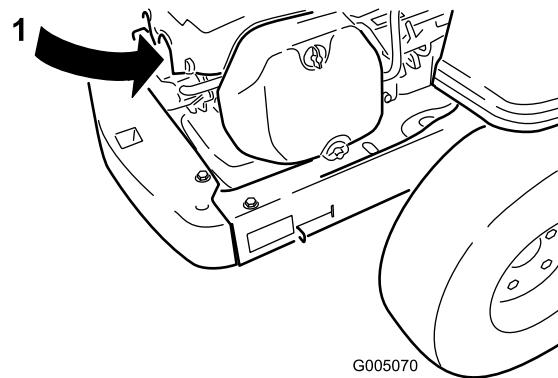

Figura 27
2. Staccate il cappellotto della candela (Figura 27). Pulite intorno alla candela per evitare che la morschia penetri nel motore e lo danneggi.
3. Collegate il cappellotto alla candela (Figura 27).